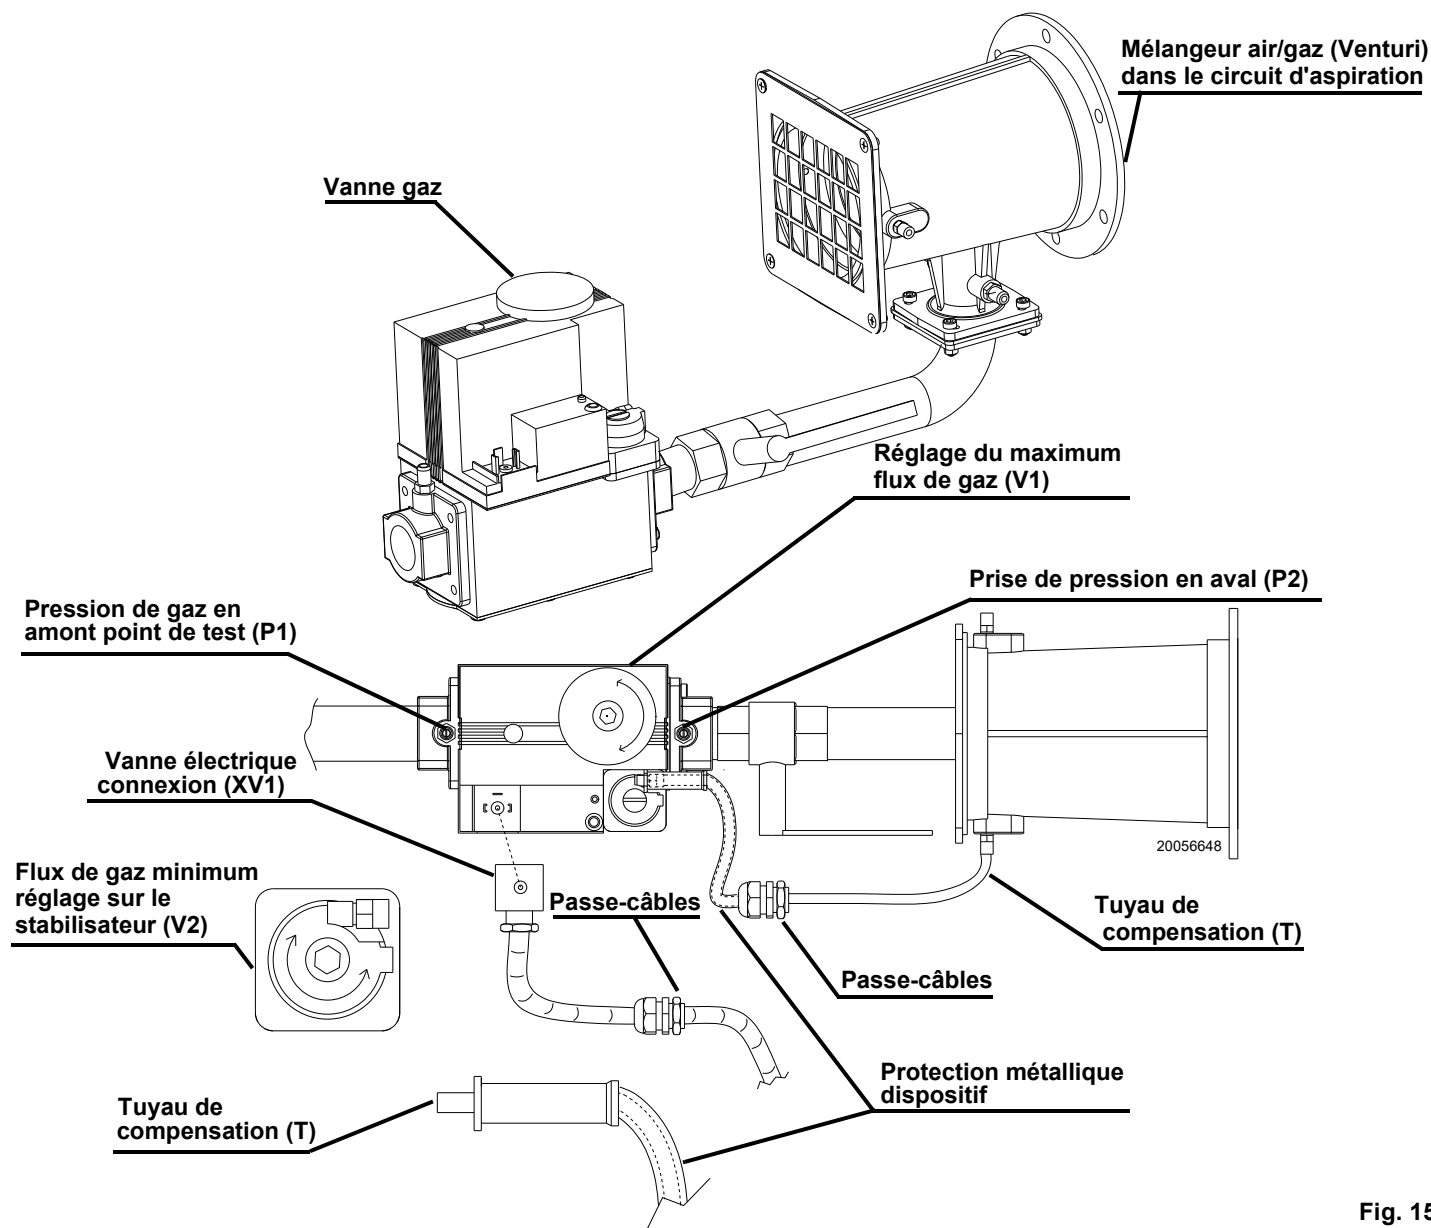

Fig. 15
- purger l'air des tuyaux de gaz en utilisant la vis sur la douille P1)(Fig. 15, page 21);